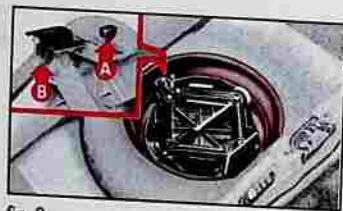

fig. 9
10) Replacer le cric dans son support en faisant coïncider l'ergot **A**-fig. 9 avec la rainure **B** du cric, puis mettre le tout dans la roue de secours.